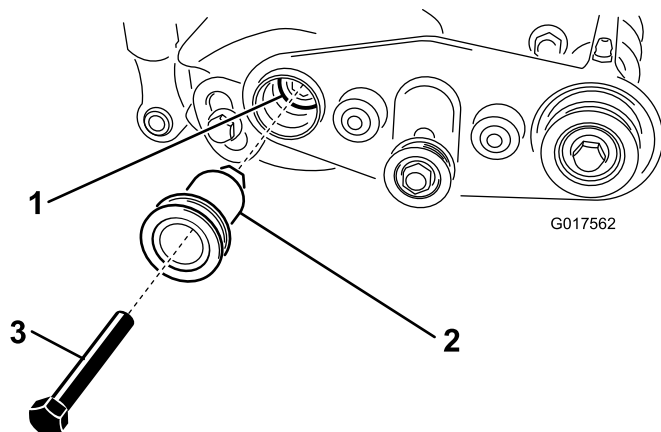

図 6
- A. 左ブラシサポートの穴に駆動プーリを通し、必要に応じて回転させながらブラシドライバへ挿入する 図 6。
- B. 六角ボルトのねじ山に「ネバーシーズ」を塗って、この六角ボルトで駆動プーリををブラシドライバに 図 6 のように固定する。六角ボルトを 89Nm 0.80.9kg.m = 7080in-lb にトルク締めする。